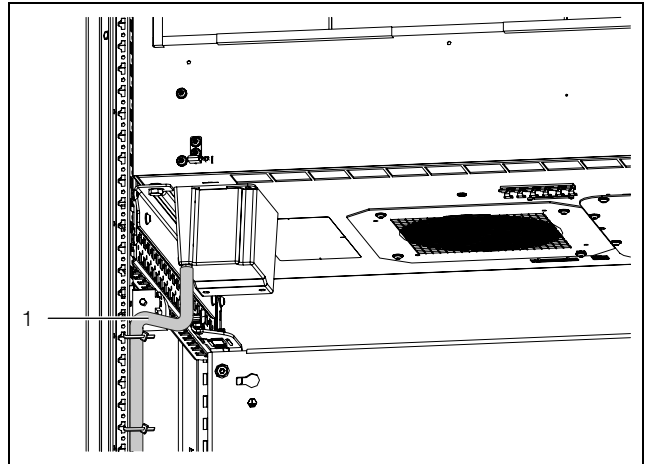

Abb. 12: Verlegung des Schlauchs (beispielhafte Darstellung)
- Wenn die Integrationslösung auf dem als Zubehör erhältlichen Sockel-System VX steht: führen Sie den Ablaufschlauch nach unten gemäß der o. g. Hinweise durch den Boden aus dem Schrank (Abb. 12).